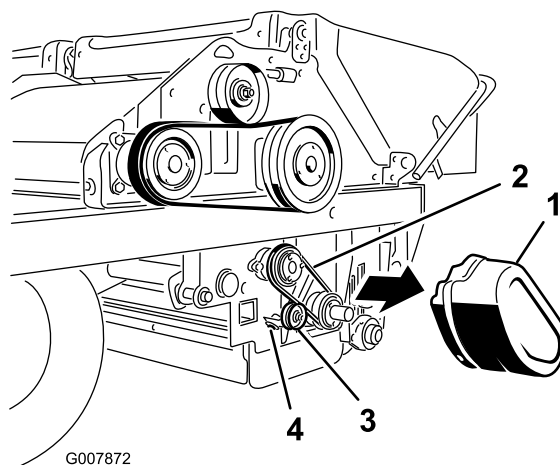

Figura 62
1. Retire a cobertura da correia (Figura 62).
2. Desaperte a porca na polia intermédia (Figura 62).
3. Empurre a polia intermédia para a correia e aperte a porca da polia intermédia (Figura 62).